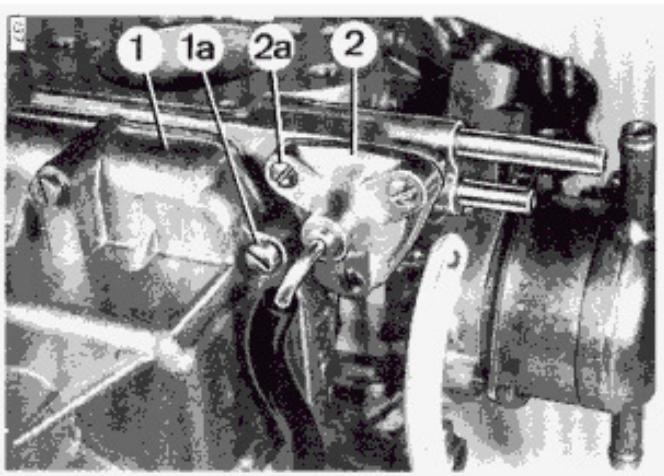

Рис. 18
**Примечание:** Болт крепления поплавковой камеры (1а) Рис. 18 завинчивают с герметиком, например "Curi".